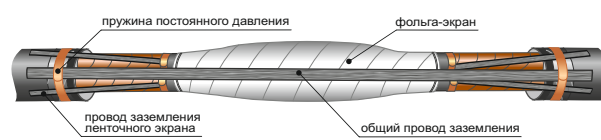

Рис. 16
6. Удалите бандаж из изоляционной ленты, освободив концы проводов заземления ленточного экрана. Растяните в ширину свободные концы проводов заземления ленточного экрана на длине 40мм и уложите их на бронеленты (для кабеля с броней) или на наружную оболочку (для кабеля без брони). Между ними расположите общий провод заземления (в случае необходимости излишки провода заземления обрежьте), предварительно растянув его в ширину на длине 100мм с каждого конца. Закрепить все провода заземления с каждой стороны соединяемых кабелей с помощью пружин постоянного давления на бронелентах (для кабеля с броней) или на наружных оболочках (для кабеля без брони) (рис.16). Стяните жилы кабеля и провод заземления с помощью бандажа из изоляционной ленты. Закончите монтаж кабельной муфты согласно п.п.20-21 настоящей инструкции.